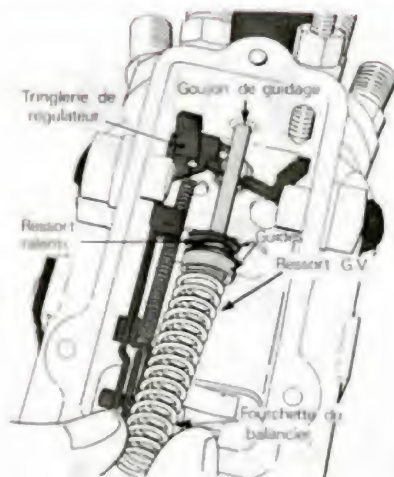
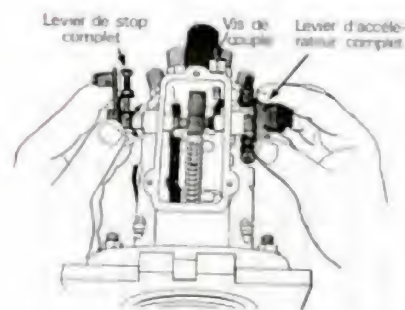

Fig. 46.
Fig. 47.
— Positionner la tringlerie de régulateur (le crochet sur la fourchette du balancier) et introduire la partie avant sur l'axe de commande de la soupape de dosage. Assembler les ressorts de régulation munis de leurs guides et les présenter sur le goujon de guidage (fig. 46).
— Positionner la came d'accélération (A) « à cheval » sur le goujon de guidage, suivant la figure 46 bis, puis introduire l'axe d'accélérateur de façon que le clavetage existant dans l'alésage de la came s'engage dans la rainure repérée lors du démontage (2). Introduire l'axe de stop en lui imprimant un léger mouvement de rotation (fig. 47).
Fig. 46 bis.